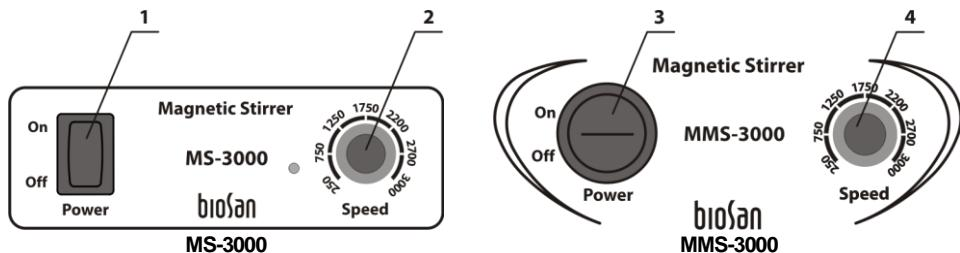

Рисунок 3. Панель управления
- 5.3. Переведите сетевой выключатель **Power** (рис. 3/1 или 3/3) в положение **On** (включено).
- 5.4. Установите необходимую скорость перемешивания, поворачивая регулятор **Speed** (рис. 3/2 или 3/4).